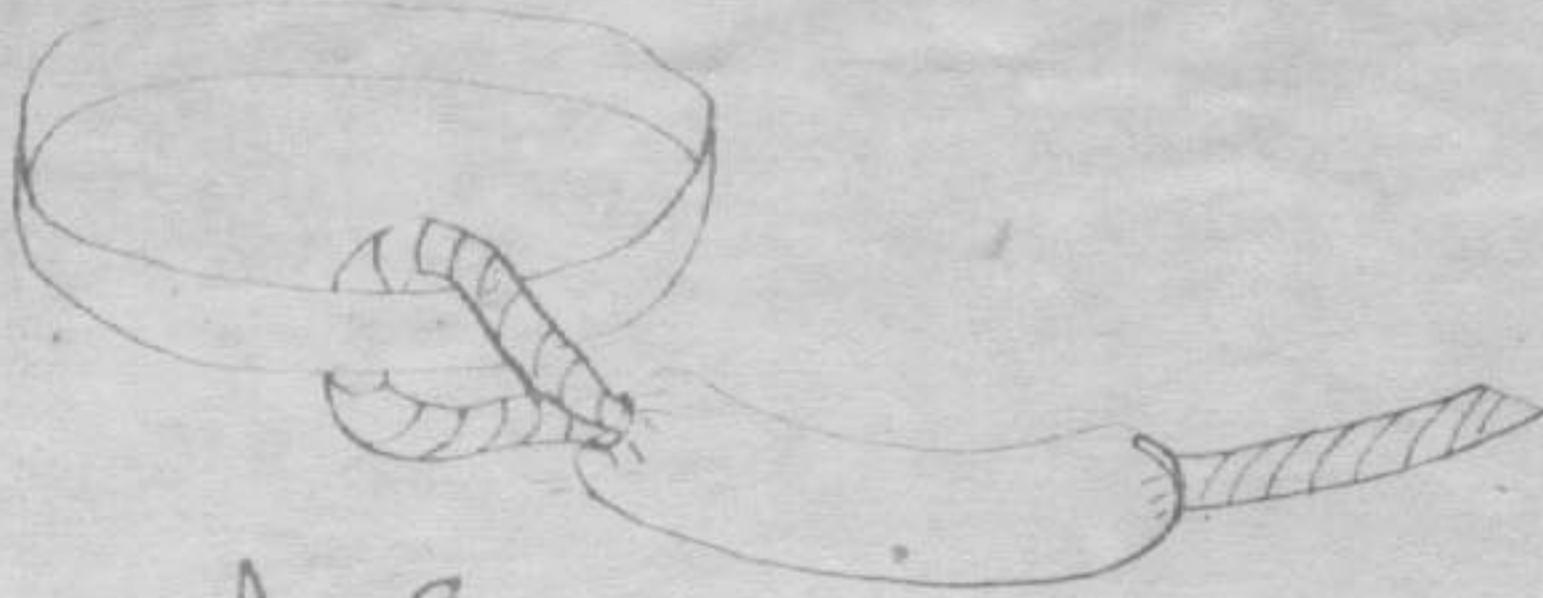

Рис. 6
6.1.2. При движении с нижней страховкой прикрепляется одним концом к страховочной верёвке, а другим-к поясу /беседке/ страховщего/Рис.6/. Если позволяет длина чехла, он натягивается на узел, связывающий амортизатор с веревкой.